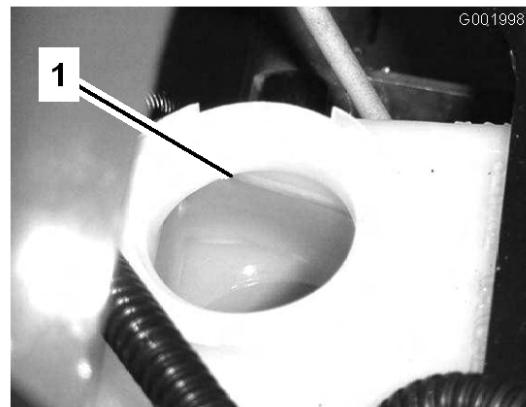

図 58
2. タンクの FULL マークまでオイルが入っているのを確認する(図 58)。